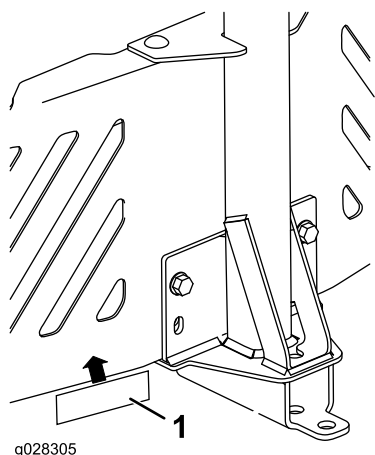

Figura 13
4. Enganche la pegatina de la barra de tracción 1.3 cm (1/2") hacia la izquierda del montaje de accesorios (Figura 13).